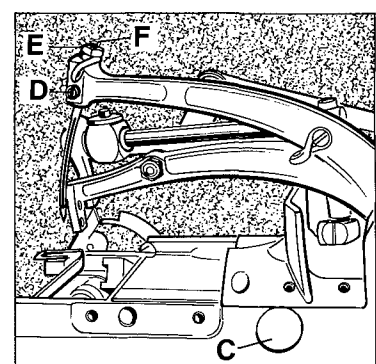

Fig.7
If adjustment is required remove plug (C, Fig.7). Set screw for looper shaft is accessible through this hole. Loosen the screw and move the looper shaft to the right or to the left to obtain the 4 mm (5/32 in.) respectively the 3,6 mm (9/64 in.) dimension.
If adjustment is necessary, loosen set screw (D, Fig.7) and remove needle, then loosen lock nut (E) and regulate the height adjustment screw (F) to set the needle to the required height.
Ist eine Einstellung notwendig, entfernen Sie den Verschußstopfen (C, Fig.7). Durch diese Bohrung ist die Befestigungsschraube für die Greiferwelle zugänglich. Lösen Sie die Schraube und schieben Sie die Greiferwelle nach rechts oder links, bis der Abstand von 4 bzw. 3,6 mm erreicht ist. Ziehen Sie die Schraube wieder an und montieren Sie den Verschußstopfen.
Ist eine Einstellung notwendig, lösen Sie die Befestigungsschraube (D, Fig.7) und entfernen die Nadel, dann lösen Sie die Mutter (E) und regulieren die Höhen-Einstellschraube (F) entsprechend auf die richtige Nadelhöhe. Ziehen Sie die Mutter (E) wieder an, damit diese Einstellung erhalten bleibt.